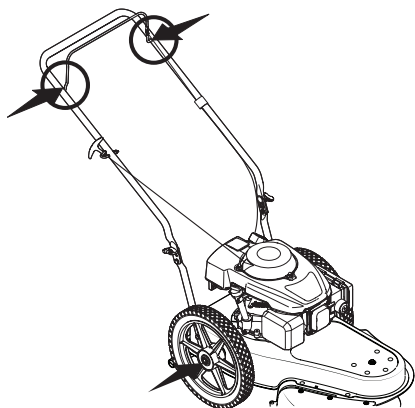

Figure 7
1. Lubrifiez les points de pivotement de la commande d'arrêt du moteur avec de l'huile légère au moins une fois par saison. Cette commande doit bouger facilement dans les deux directions. Voir Figure 7.